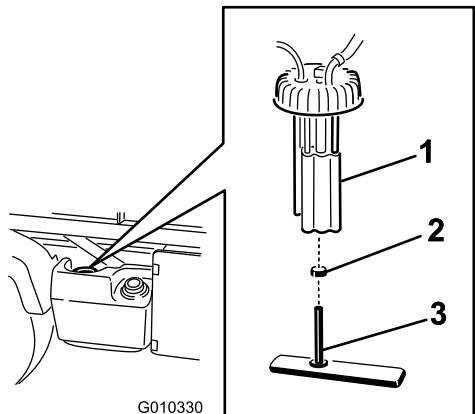

Figura 50
2. Desenchufe los conectores del arnés de cables de la bomba de combustible (Figura 50).
3. Afloje la abrazadera y desconecte el tubo de combustible del tapón de la bomba de combustible (Figura 50).
4. Desenrosque la tapa de la bomba de combustible de la parte superior del depósito de combustible (Figura 50).
5. Retire el conjunto de la bomba de combustible y el filtro de combustible del depósito (Figura 50).
6. Retire la abrazadera que sujeta el tubo del filtro de combustible al acoplamiento de la bomba de combustible. Retire el tubo del acoplamiento (Figura 50).